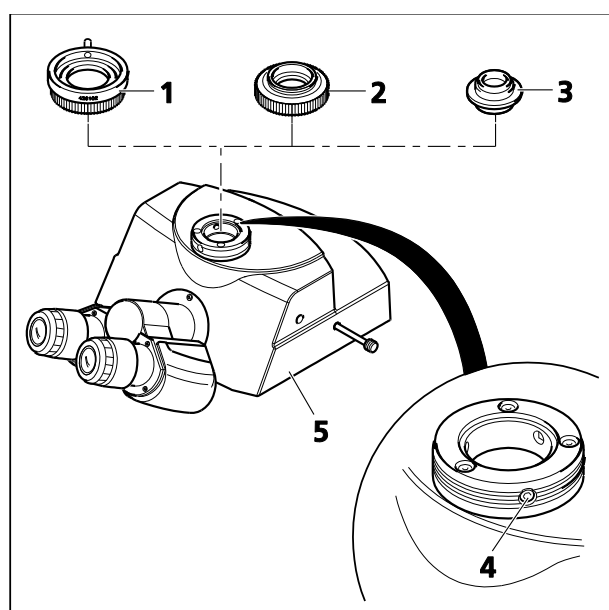

Fig. 16 Montage des composants sur le phototube
- Fixer l'adaptateur pour caméra 60N (Fig. 16/1 ; 2) à la caméra.
Remarque : Les trois vis sans tête (SW 3) (Fig. 16/4) au niveau du port pour caméra ne doivent pas dépasser sur le filetage externe ni sur l'alésage interne.
- Fixer l'unité pré-assemblée au port pour caméra, l'ajuster puis serrer l'écrou de raccordement de l'adaptateur (Fig. 16/1 ou 2) à la main.
- Fixer l'adaptateur 60 (Fig. 16/3) à la caméra.
- Tourner les vis sans tête (SW 3) sur le tube dans le sens des aiguilles d'une montre (Fig. 16/4) jusqu'à ce que l'adaptateur soit serré.